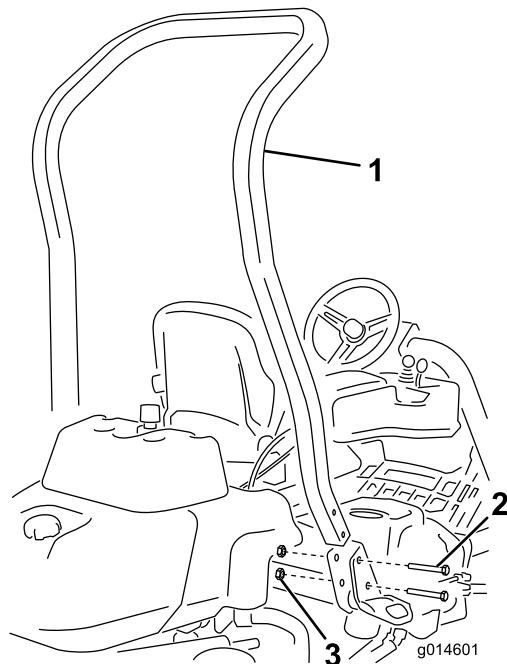

Figura 3
- Fissate il roll bar negli incastri su ogni lato della macchina con 4 bulloni (1/2 x 3-3/4 pollici) e quattro dadi flangiati (1/2 pollice) (Figura 3).